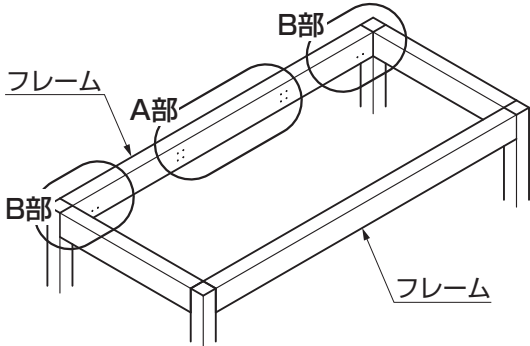
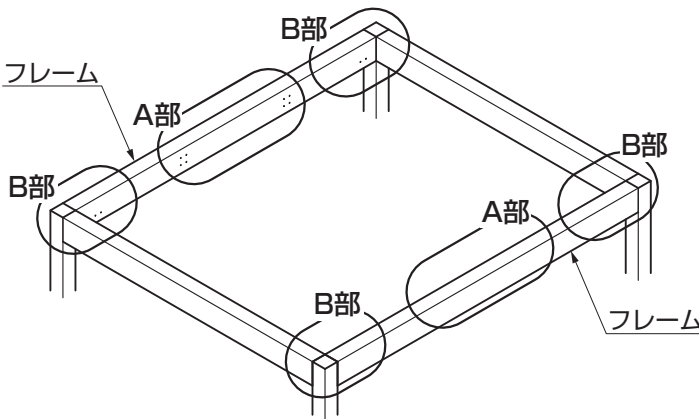
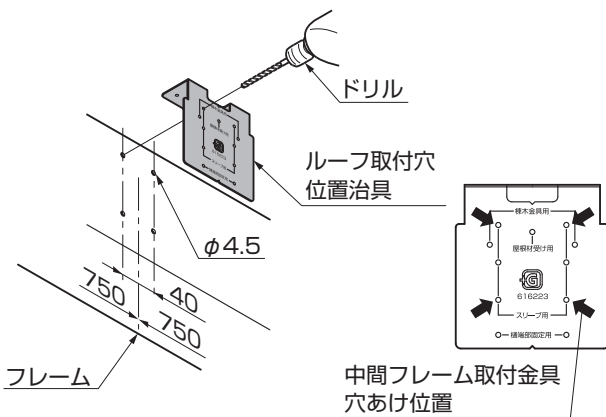
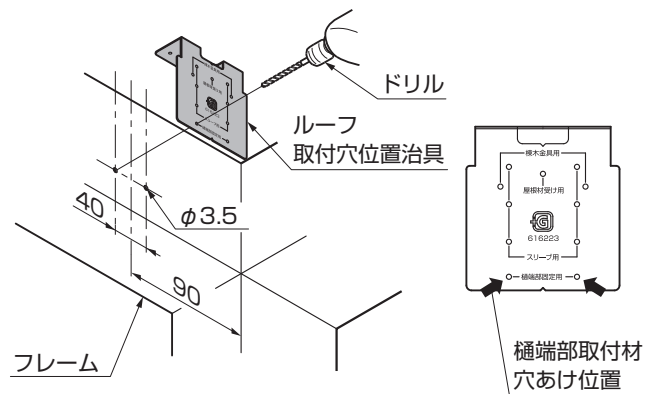

図2-1 シングルの場合
図2-3 ダブルの場合
図2-5 A部中間フレーム取付金具の穴あけ
図2-6 B部樋端部取付材の穴あけ
- ① ルーフ取付穴位置治具をあて、ケガキ、ドリルで $\phi 4.5$ の穴を雨樋を取付ける側のフレームにあけてください。(図2-1、図2-3、図2-5参照)
- ② フレーム面から90mm程度の位置にルーフ取付穴位置治具をあて、ケガキ、ドリルで $\phi 3.5$ の穴を雨樋を取付ける側のフレームにあけてください。(図2-1、図2-3、図2-6参照)